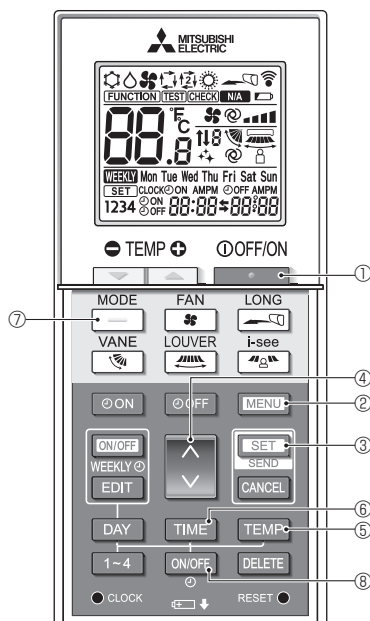

Fig. 7-11
1. Drücken Sie die **ON/OFF**-Taste ①, um die Klimaanlage anzuhalten.
2. Drücken Sie die **MENU**-Taste ②.
Der Funktionseinstellungsbildschirm erscheint und die Funktion Nr. ④ blinkt. (Fig. 7-11)